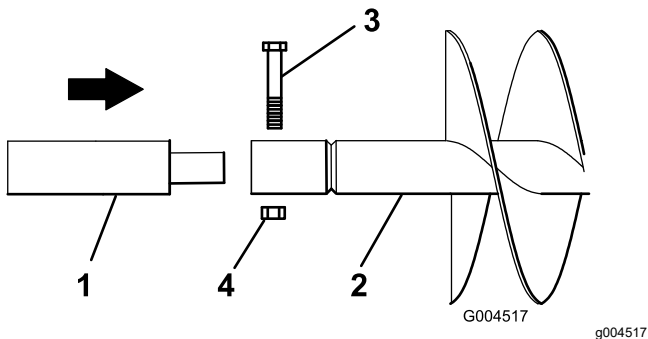

图 6
6. 如果要延长组件与螺旋钻一起使用请将延长组件的末端插入螺旋钻的末端并用螺栓  $\frac{7}{8} \times 4\frac{1}{2}$  英寸和螺母  $\frac{7}{8}$  英寸将螺旋钻固定至延长组件如图 6 所示。